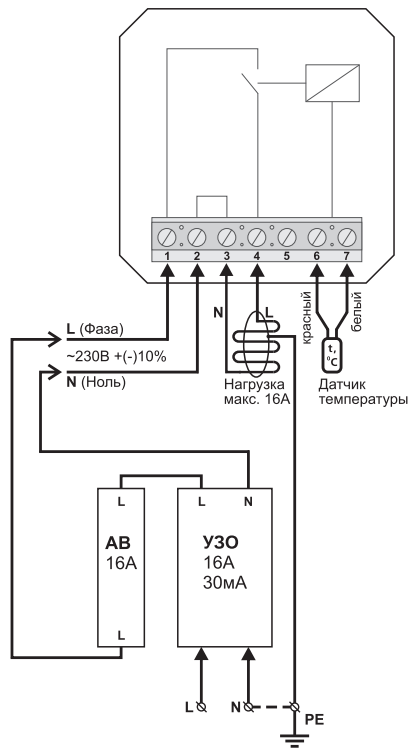

Рис.6 Схема подключения терморегулятора
5.2.1.2 Для защиты от короткого замыкания в цепи нагрузки, терморегулятор подключается к стационарной электропроводке через автоматический выключатель (АВ). Автоматический выключатель устанавливается в разрыв фазного провода и должен быть рассчитан на номинальный ток нагрузки не менее 16А. Для защиты от поражения электрическим током утечки устанавливается устройство защитного отключения (УЗО) с отключающим током не более 30 мА (рис. 6).